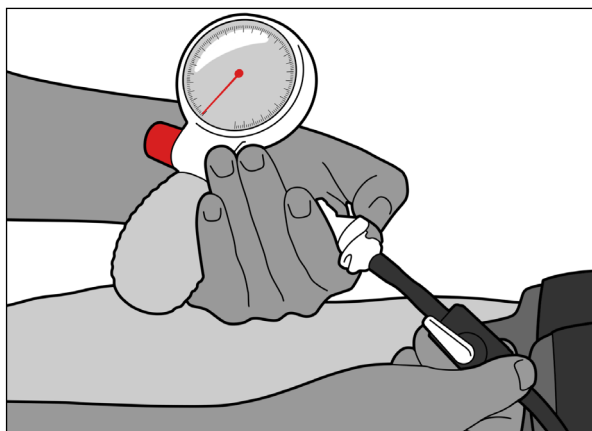

Fig. 22
1. Scollegare il raccordo a sgancio rapido. Aprire la valvola di arresto e rilasciare l'aria dalla camera d'aria (Fig. 22 e 23).